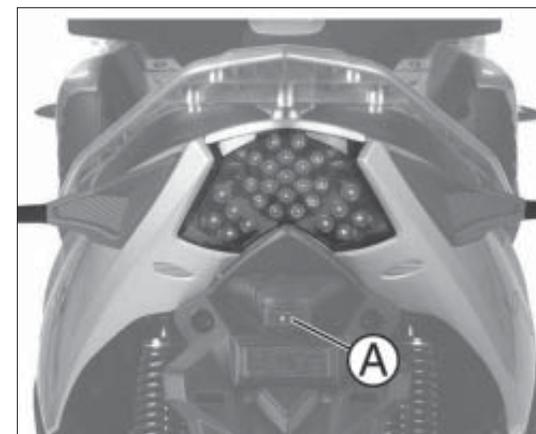

Abb. 4
- die Schraube A Abb. 4 lösen;
- die Kunststoffabdeckung wieder anbringen und die Befestigungsschraube A Abb. 4 festziehen.